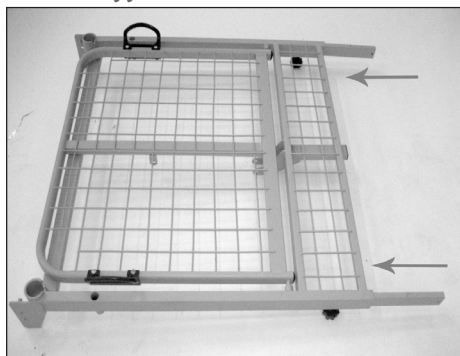

Fig.2
1. Inserire i tubolari rettangolari nel telaio alzatesta e spingerli fino alla battuta (Fig.2)